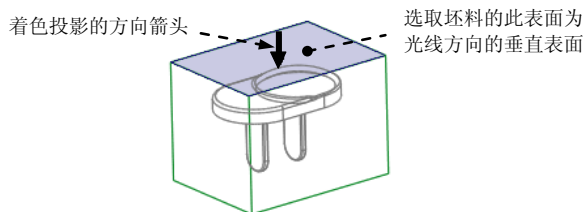

图 13.5 定义光线投影的方向
(1) 单击 **分型面** 功能选项卡中的 **曲面设计** ▾ 按钮，在系统弹出的快捷菜单中单击 **阴影曲面** 按钮，系统弹出“阴影曲面”对话框。
(2) 定义光线投影的方向。在“阴影曲面”对话框中双击 **Direction (方向)** 元素，系统弹出 **GEN SEL DIR (一般选取方向)** 菜单，用户可进行下面的操作来定义光线投影的方向。
① 在 **GEN SEL DIR (一般选取方向)** 菜单中选择 **Plane (平面)** 命令（系统默认选取该命令）。
② 在系统 **选择将垂直于此方向的平面** 的提示下，选取图 13.5 所示的坯料表面。
③ 选择 **Okay (确定)** 命令，确认图 13.5 中的箭头方向为光线投影的方向。
(3) 在“阴影曲面”对话框中单击 **确定** 按钮。